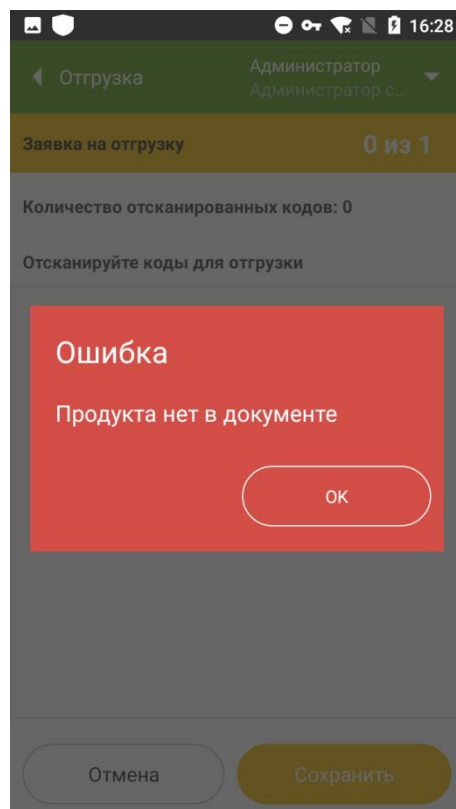

Рисунок 8.13
2.1.1. Если отсканированный код не соответствует продукции (например, отличается серия), указанной в сопроводительном документе, появится сообщение об ошибке «Продукта нет в документе» (Рисунок 8.13). Нажать «ОК». Перейти на шаг 2.1.